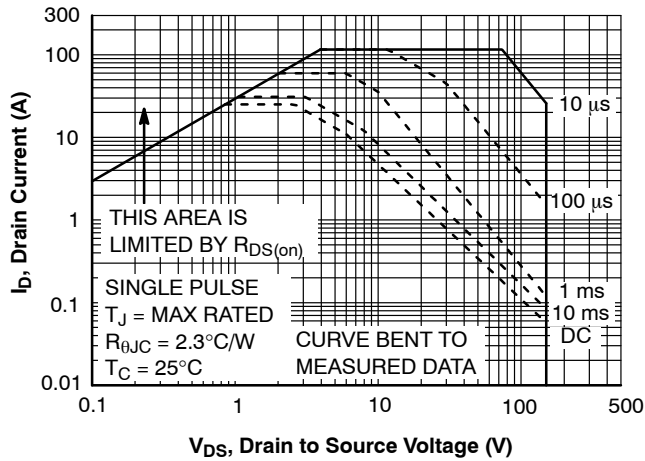

图 11. 正向偏压安全工作区
- 4 有关脉冲编号的更多详情, 请参考图 11 中的 SOA 图形。